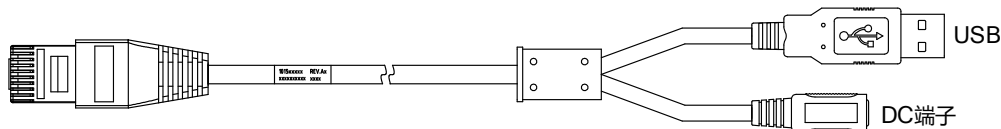

图3-2 二系列 U 口底座连接线
- U 口底座：搭配 U 口线缆进行使用，如图 3-2 所示。
- U 口底座: 搭配 U 口线缆进行使用, 将线缆的 USB 接口接入 PC 端即可。如图 3-2 所示。